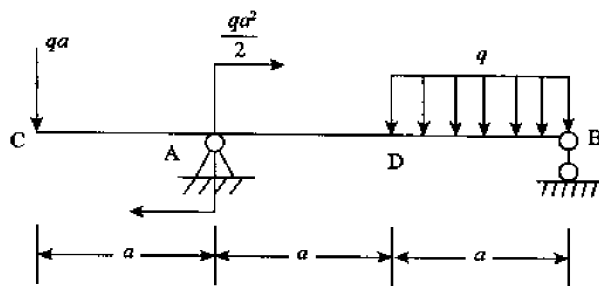

图 4-25
5. 一端外伸的梁的尺寸及所受载荷如图 4-25 所示, q 和 a 均为已知,试做梁的剪力图和弯矩图。